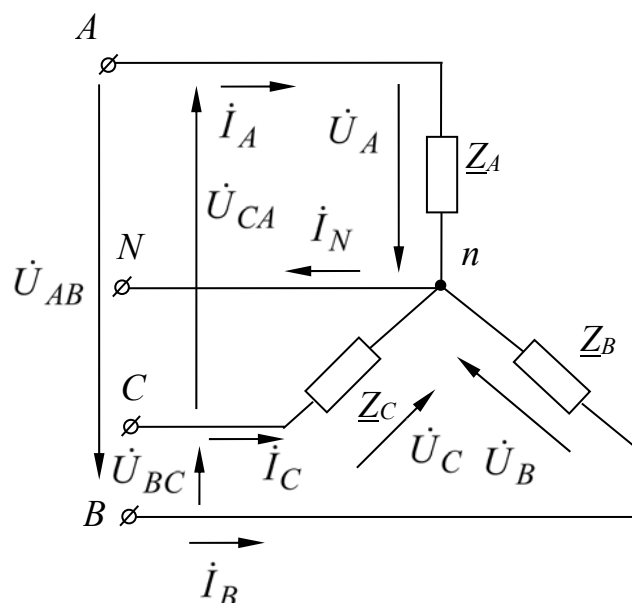

Рисунок 21 – Трехфазная электрическая цепь
**Задача 2.** Определить токи в трехфазной цепи (рисунок 21), если линейные напряжения на входе в цепь симметричны:  $U_{AB} = U_{BC} = U_{CA} = 380 \text{ В}$  и нагрузка также симметрична:  $\underline{Z} = 10 + j10 \text{ Ом}$ .